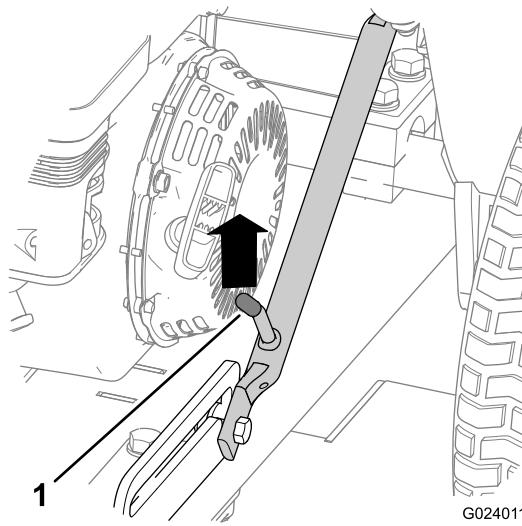
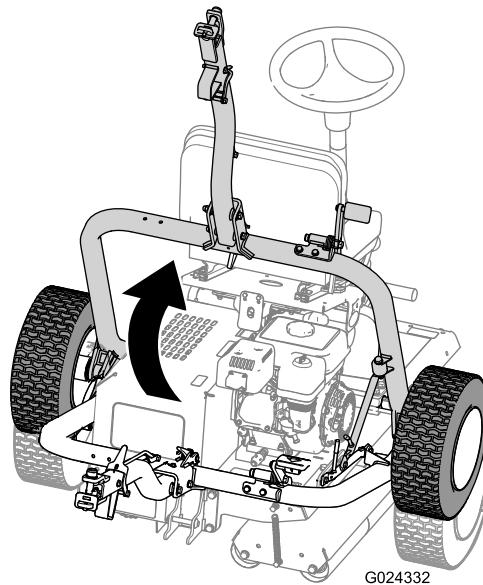

図 15
図 19
- ラッチレバーがスライドディテントから外れるまで、ヒッチアセンブリを押し上げる図 15。
D. ヒッチを上げて図 19、ラッチのレバーをスライドディテントにロックする図 15。